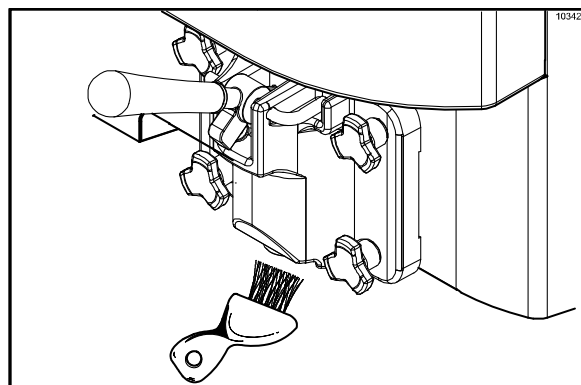

Figura 64
**Nota:** para certificar-se de que as condições sanitárias são mantidas, escove cada item durante 60 segundos, mergulhando diversas vezes a escova na solução de limpeza. (Veja a Figura 64.)